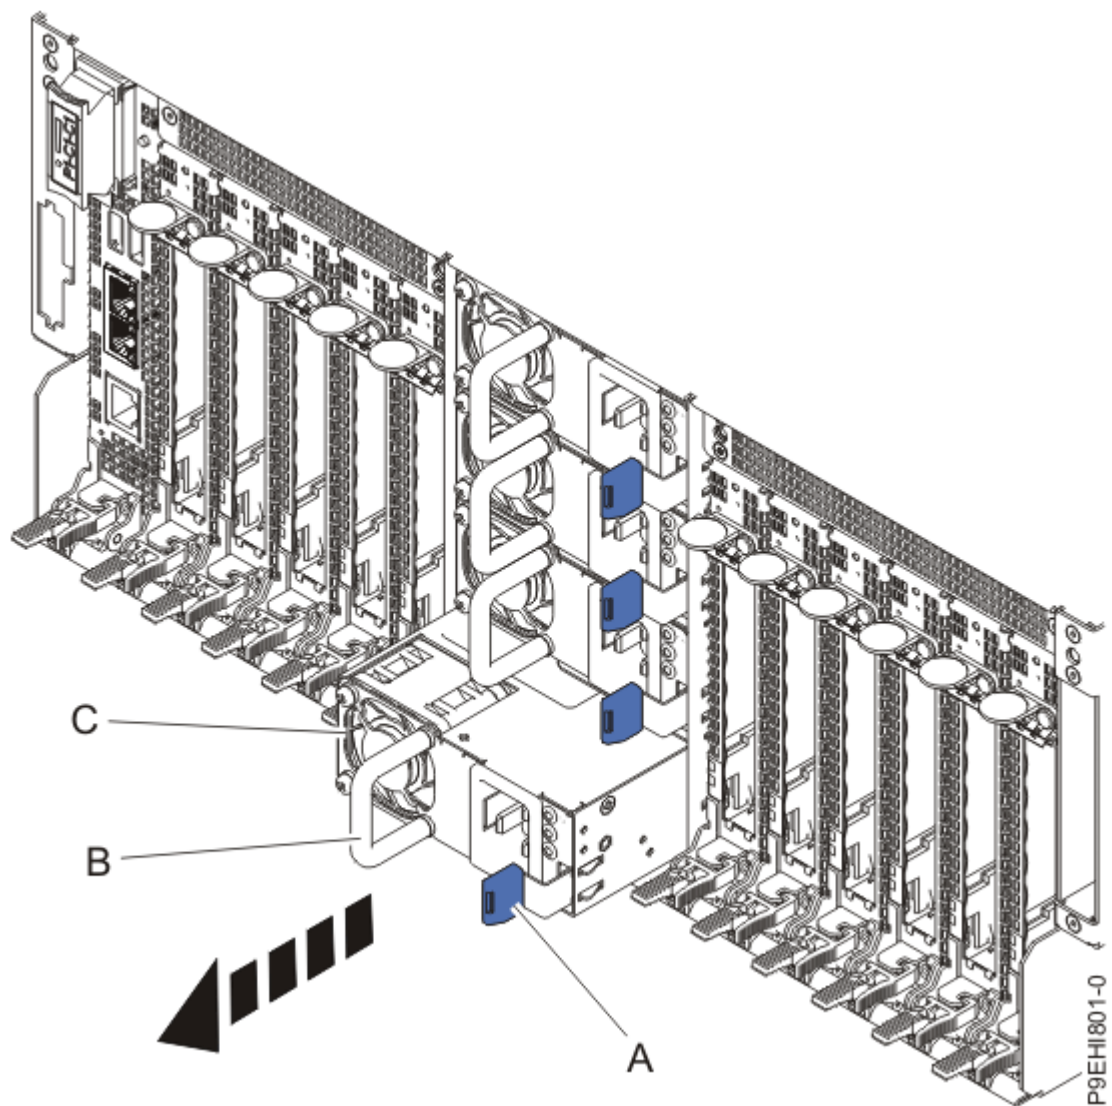

Abbildung 6. Netzteil aus der Rückseite des Systemchassis ausbauen
3. Drücken Sie die Sperrzunge **(A)** nach links (siehe Abbildung 6 auf Seite 9).
4. Halten Sie den Griff **(B)** fest und ziehen Sie das Netzteil vom System ab (siehe Abbildung 6 auf Seite 9).